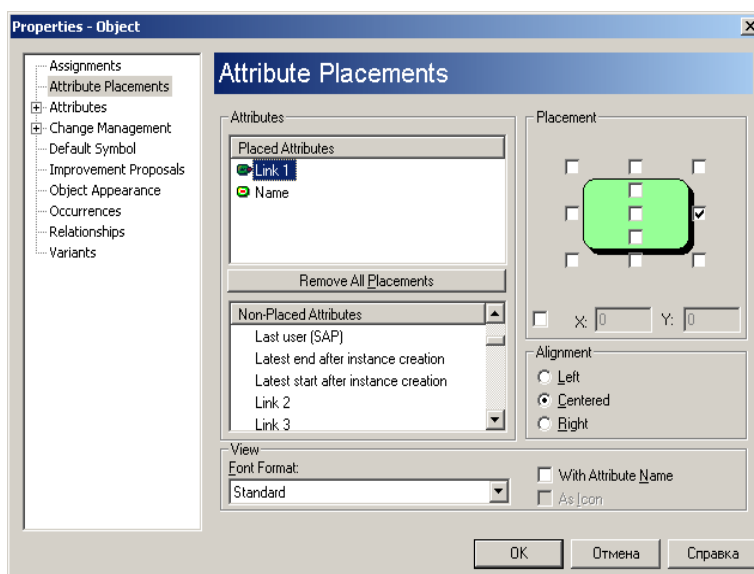

Рис. 17. Окно свойств объекта
- Для визуализации наличия гиперссылки у объекта модели нужно в свойствах (*Properties*) функции «Получить информацию на сайте ГИБДД» выберите группу *Attribute Placement* и определите место размещения атрибута с именем *Link 1*. Для этого нужно щелкнуть кнопкой мыши по *Link 1* в окне *Non-Placed Attributes* и указать место расположения в поле *Placement* (рис. 17).